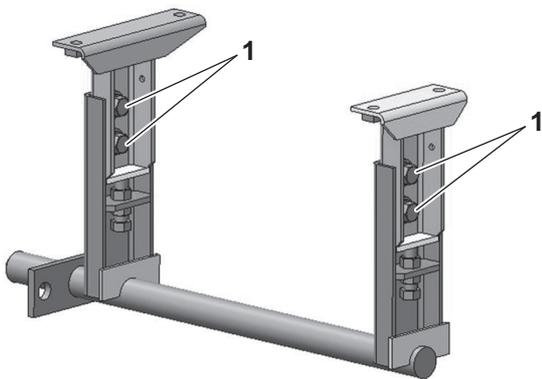

図 2-7
5. フレームCMP (トリツケのM10ボルト (1) (4本) をゆるめます。(図 2-7)